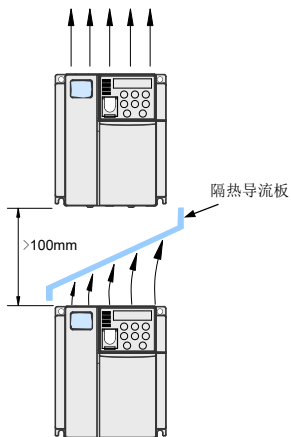

图 3-2 MD310 变频器上下安装示意图
- 2) 请向上垂直安装变频器，便于热量向上散发。若柜内有多台变频器时，请并排安装。在需上下安装の場合，请参考图 3-2，安装隔热导流板。